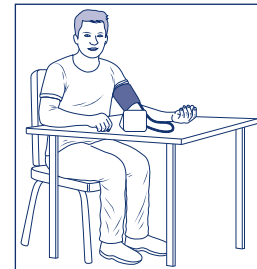

Bild 3
- Prüfen Sie, ob der Messpfeil für den Armumfang bei geschlossenem Manschettenrand innerhalb der Markierung für den Armumfang am Manschettenrand liegt (Bild 3).